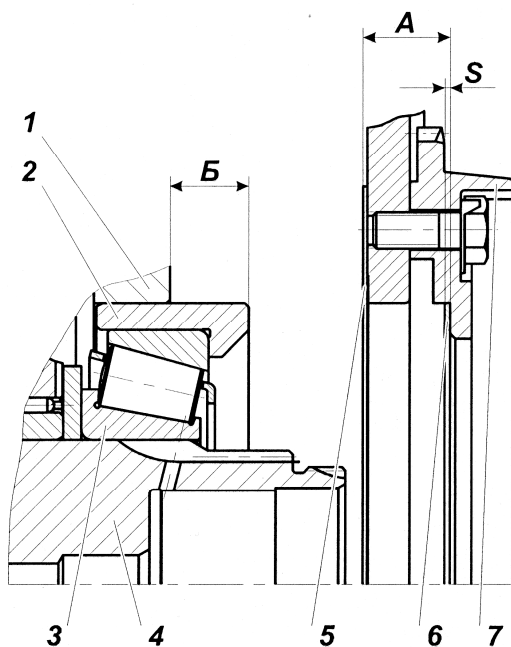

Рис. 26:
3.3. Замерить абсолютные величины размеров А (между торцами зубчатой муфты и уплотнительной прокладки) и В (между торцами картера и гнезда подшипника) рис. 26.